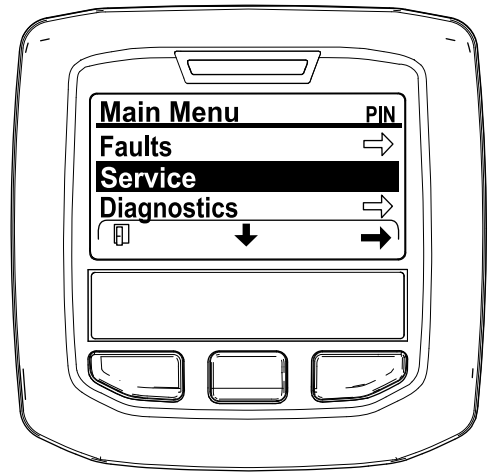

Figura 32
2. Vaya al MENÚ PRINCIPAL, pulse el botón central para desplazarse hacia abajo hasta el MENÚ SERVICIO y pulse el botón derecho para seleccionar la opción SERVICIO (Figura 32).